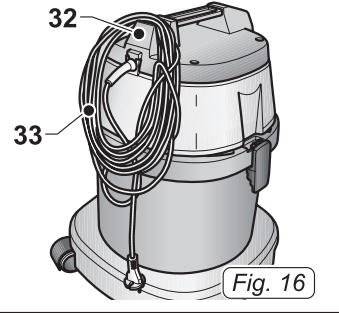

Fig. 16
- Смотать кабель (33 Рис. 16) и закрепить его в соответствующем гнезде (32 Рис. 16).